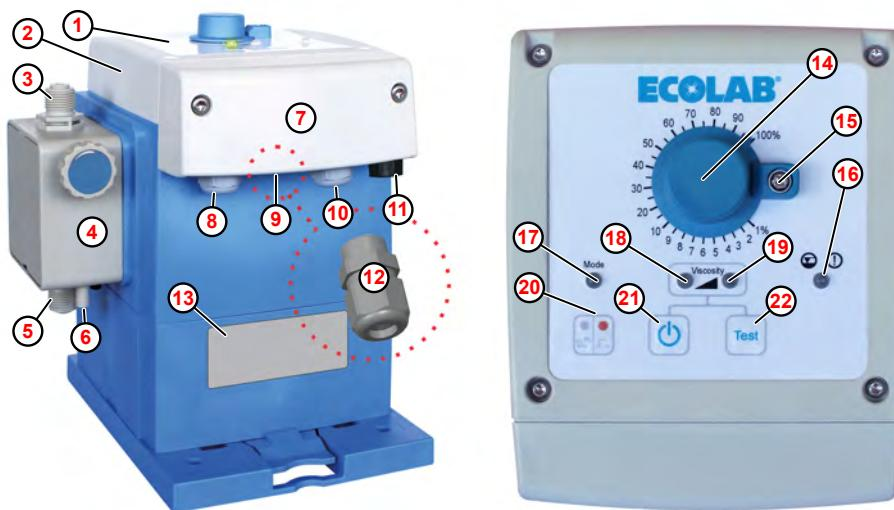

Fig. 1: Structure et éléments de commande « EcoUp »
Pour le raccordement du câble de signal d'alarme, le pack d'accessoires de la pompe contient un presse-étoupe M12 x 1,5 (Fig. 1, ⑫) adapté.